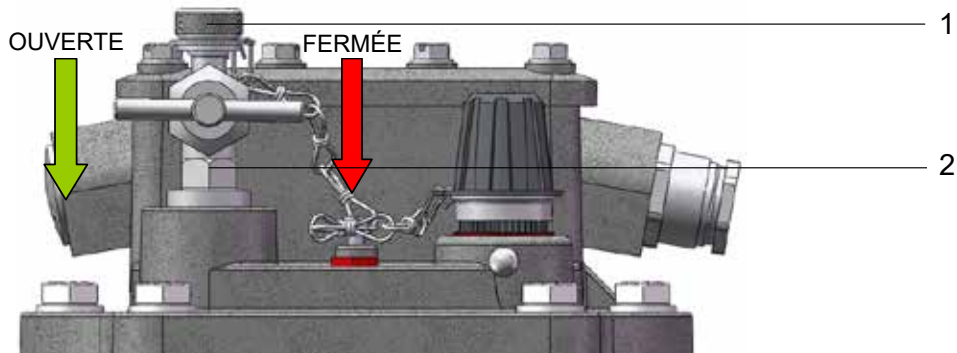

Figure 2 - Vanne d'essai
- Desserrer le petit écrou borgne (fig. 2/ no. 1) de la vanne d'essai (fig. 2/ no. 2)